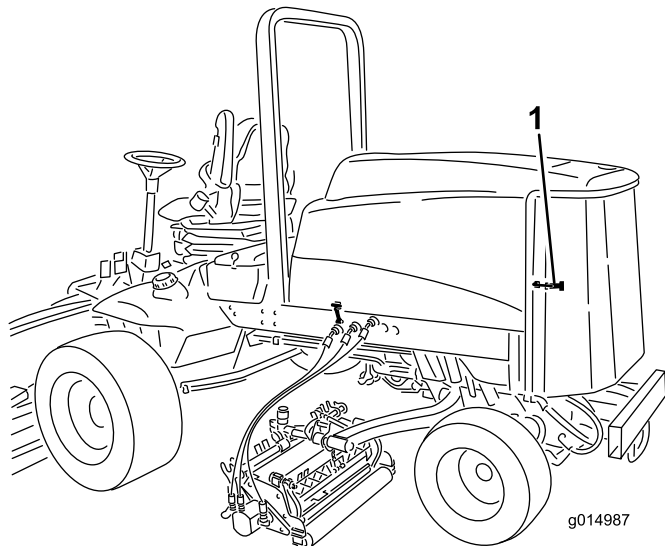

Figure 74
1. Déverrouillez et ouvrez la grille arrière (Figure 74). Nettoyez soigneusement la surface de la grille.